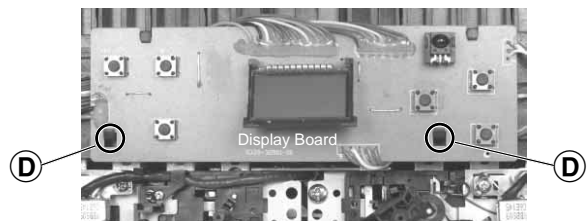

Fig. 3
- 2 Halter (D) (Fig. 3) ausrasten und Display-Platte abnehmen.
- Disengage the 2 lugs (D) (Fig. 3) and remove the display board.
- 2 Halter **D** (Fig. 3) austrasten und Display-Platte abnehmen.
- Disengage the 2 lugs **D** (Fig. 3) and remove the display board.